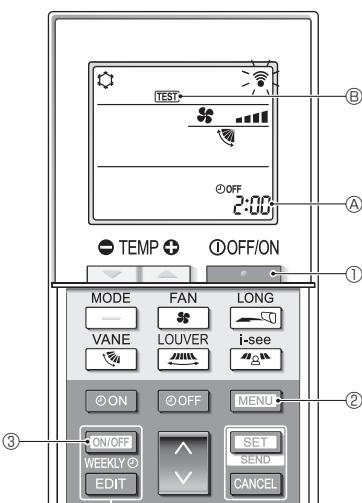

Fig. 7-5
7.2.2. Za pomocą bezprzewodowego pilota zdalnego sterowania (Fig. 7-5)
- Nacisnąć przycisk ①, aby wyłączyć klimatyzator.
- Jeśli programator tygodniowy jest włączony (jest wyświetlana ikona) , należy nacisnąć przycisk ③, aby go wyłączyć (nie jest wyświetlana ikona) .
- Nacisnąć przycisk ② na 5 sekund.
- Nacisnąć przycisk ②.
- Pojawi się ikona ⑧ i urządzenie przełączy się w tryb pracy próbnej.